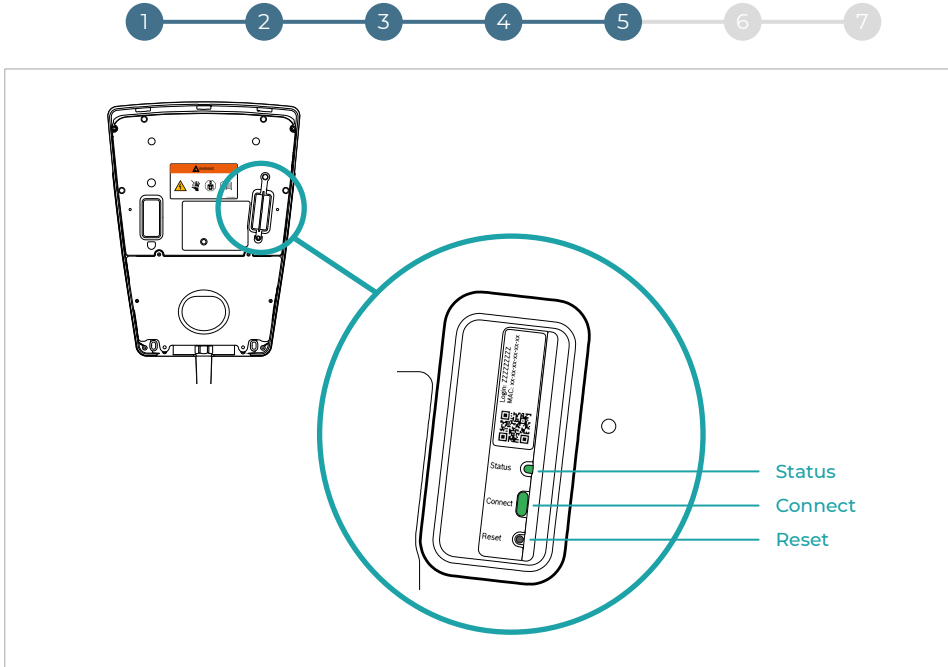

Fig. 8
2. Vänta tills laddningssystemet är driftklart (statuslysdioden på laddningssystemet lyser blått och statuslysdioden på kommunikationsmodulen (fig. 8) lyser gult och hotspotläge är aktivt).
Värddnamnet består av en definierad produktbeteckning ("HDM-SMART-CONNECT-") och de sista 6 tecknen i MAC-adressen på kommunikationsmodulen (**fig. 8**).